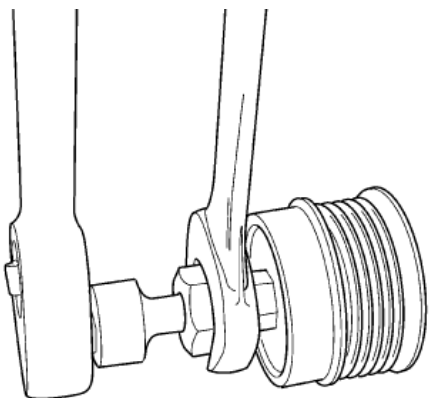

Figure 1
5. Engage the proper OAD install/remove tool (for a complete list of installation tools go to www.litensOAD.com) into the OAD and alternator shaft. Figure 1.
9. Engage the proper OAD install/remove tool into the OAD and the alternator shaft. Figure 1
5. Engager l'outil d'installation/désinstallation de découpleur adéquat dans le découpleur d'alternateur en roue libre et l'axe d'alternateur. Figure 1 (www.litensOAD.com)
9. Engager l'outil d'installation/désinstallation de découpleur adéquat dans le découpleur et l'axe d'alternateur. Figure 1